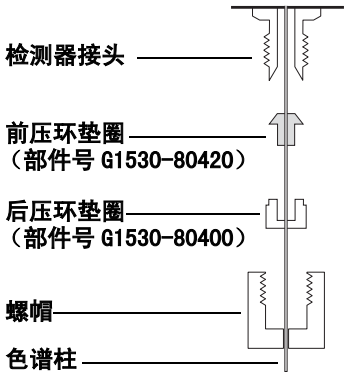

图 43 TCD 柱接头横截面图
- 2 把垫圈和一个 1/8 英寸的铜螺帽组装在色谱柱上（图 43）。